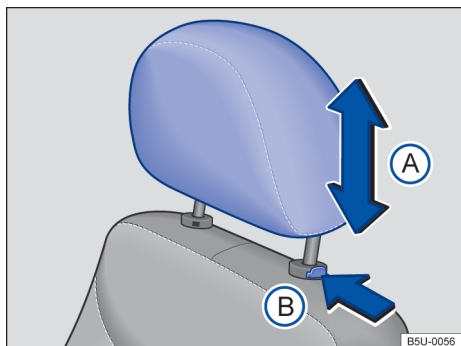

Fig. 63 Ajustar o apoio para cabeça dianteiro.
- Empurrar o apoio para cabeça para cima ou para baixo na direção da seta → Fig. 63 (A) → ⚠️ em *Introdução ao tema* na página 73.